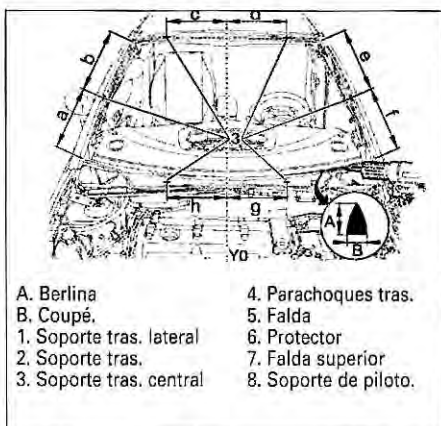

FIG. 85
- Colocar los separadores (3) en los lugares indicados (fig. 85).